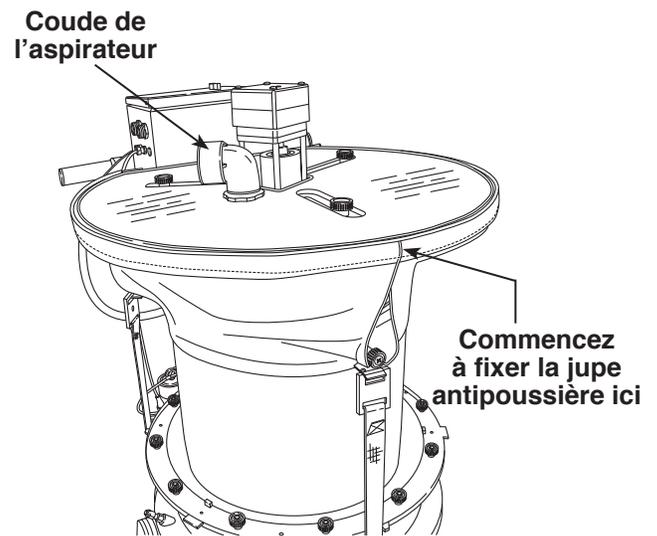

Figure 12
3. Soulevez la jupe antipoussière et commencez à fixer le ruban de fixation au couvercle à un angle de 180° par rapport au bord plat du couvercle. Voir Figure 12.